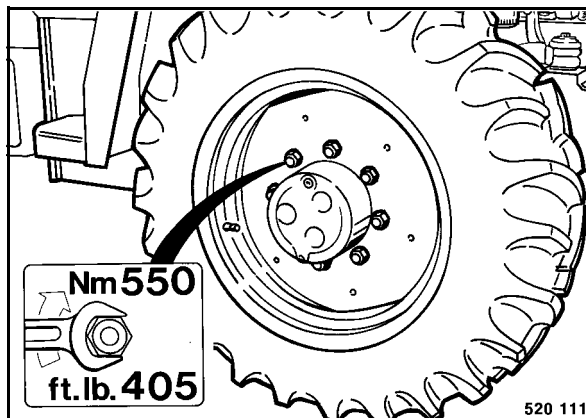

fig. 141
- Resserrer en croix les écrous de roues (fig. 141).